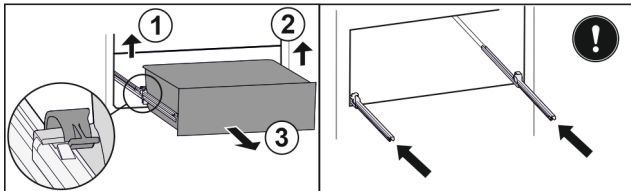

Fig. 76
- ▶ Levante la brida izquierda y, simultáneamente, tire de la parte izquierda del cajón hacia delante. Fig. 76 (1)
- ▶ Levante la brida derecha y, simultáneamente, tire de la parte derecha del cajón hacia delante. Fig. 76 (2)
- ▶ Extraiga el cajón hacia delante. Fig. 76 (3)